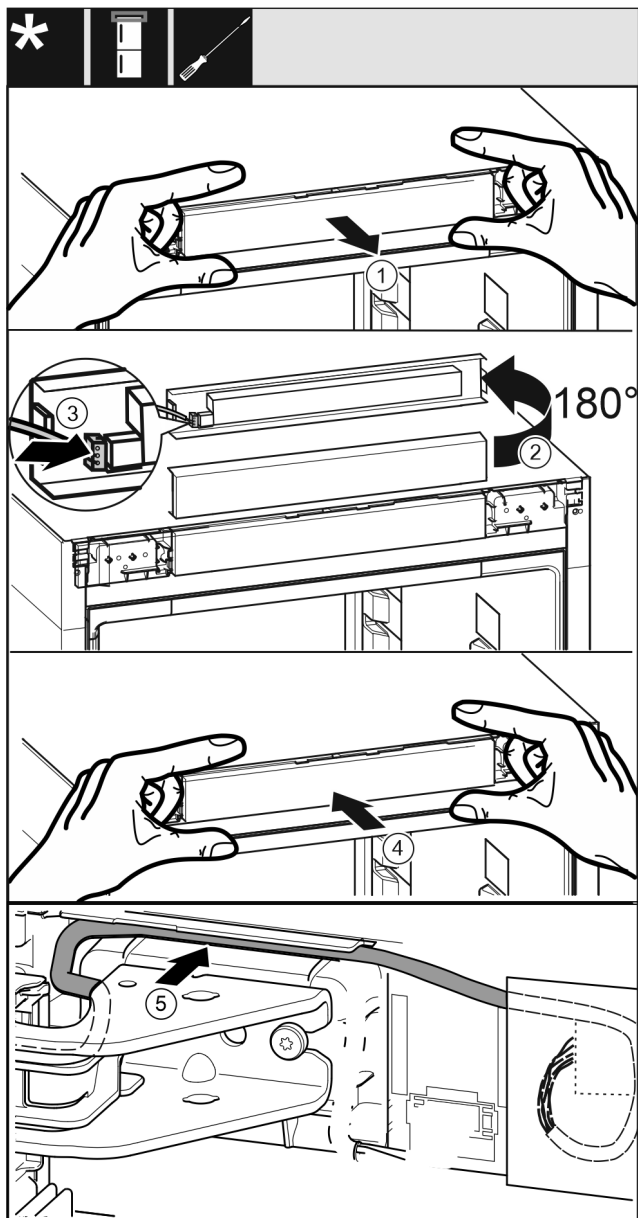

Fig. 43
- ▶ Extraer cuidadosamente el panel de mando. Fig. 43 (1)
- ▶ Girar el panel 180° hacia arriba. Fig. 43 (2)
- ▶ Encajar el conector en el panel parcial de mando. Fig. 43 (3)
- ▶ Volver a encajar el panel de mando en el aparato. Fig. 43 (4)
- ▶ Tender cuidadosamente el cable gris en la guía situada encima del soporte de apoyo superior. Fig. 43 (5)